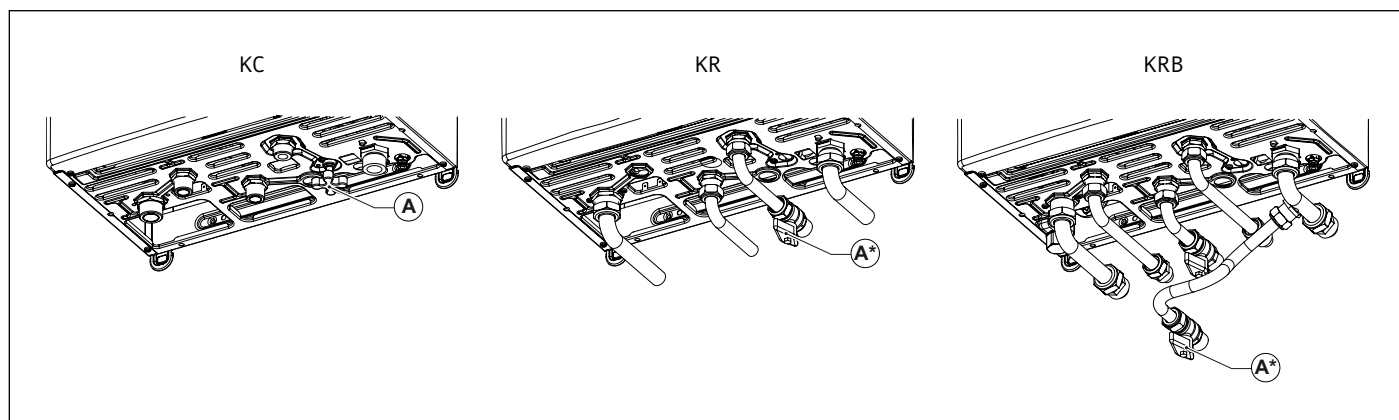

Рис. 2 Кран підживлення
Необхідно відкрити кран заповнення (A) і заповнити систему (див. Рис. 2 Кран підживлення).